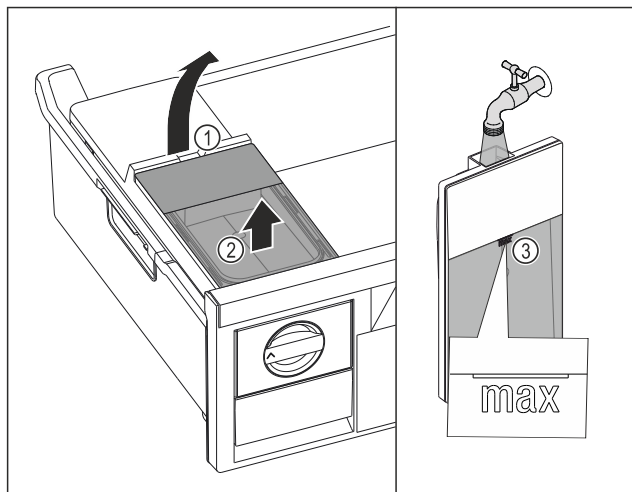

Fig. 76
- Løft vannbeholderen ved utsparingen Fig. 76 (1).
- Løft vannbeholderen ut av skuffen. Fig. 76 (2)
- Fyll vanntanken med vann opp til markeringen Fig. 76 (3).